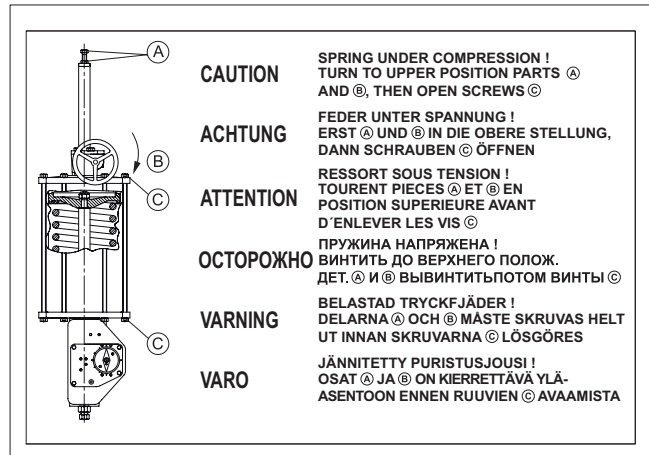

Fig. 26 B1JRR-manöverdonets varningsskylt
Cylindern är försedd med en varningsskylt (43), se fig. 26. Vid service på enheten ska du kontrollera att skylten sitter där den ska och är läslig. Kontrollera också att cylindern är försedd med ett pilmärke som indikerar fjäderns arbetsriktning.